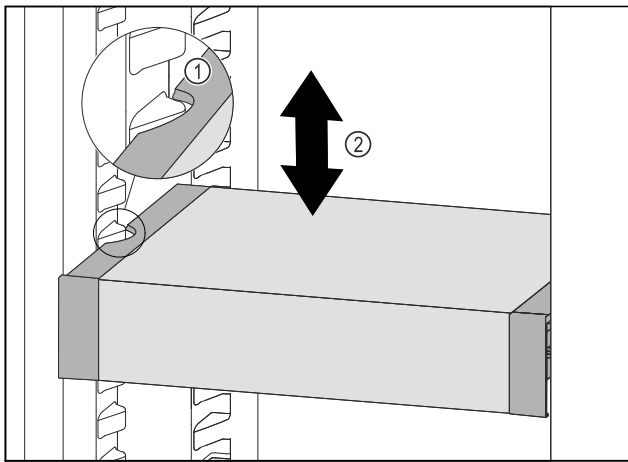

Fig. 118
- ▶ VarioSafe nach vorne ziehen, bis sich die seitlichen Aussparungen des VarioSafes auf Höhe der Behälterrippe im Kühlteil befinden. Fig. 118 (1)
- ▶ VarioSafe im Kühlteil nach oben oder unten bewegen, bis gewünschte Höhe erreicht ist. Fig. 118 (2)